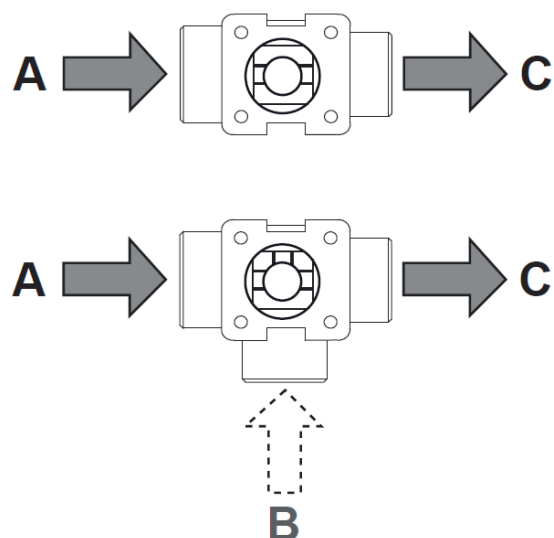

Figure 3 : Alignement du boisseau
1. Assurez-vous que le boisseau de la vanne est aligné sur les ouvertures (Figure 3).
1. Montez le servomoteur dans l'axe comme indiqué en page précédente (Figures 3 à 5).